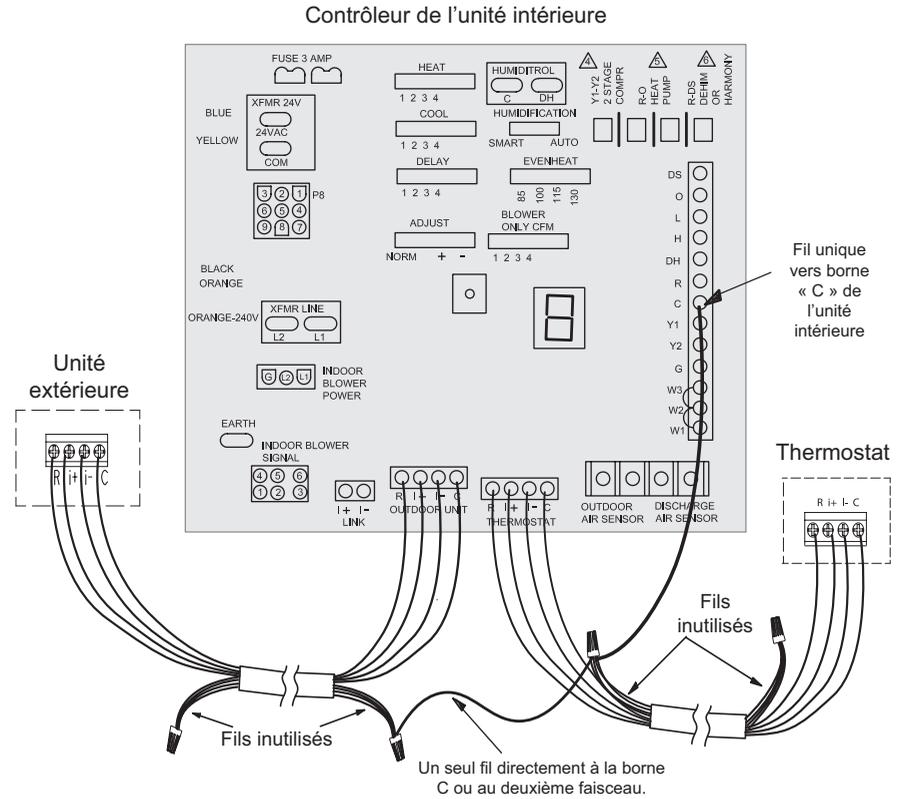

Figure 5. Réduction du bruit électrique
**REMARQUE :** En cas d'utilisation d'un câble de thermostat non blindé à plusieurs conducteurs, voir « Figure 5. Réduction du bruit électrique » à la page 8.